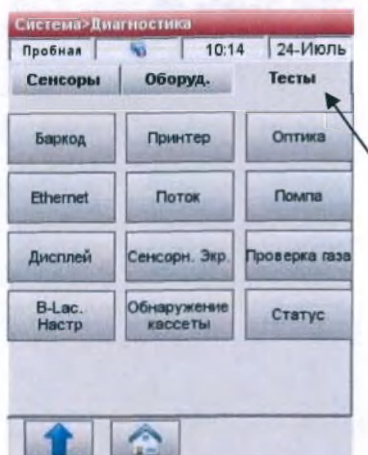

Рис.8-12 Тесты
- Нажмите <Баркод>, чтобы начать тестирование (Рис.8-12).